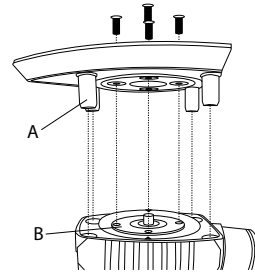

Abbildung 1
- ▶ Montieren Sie jetzt die gewünschte Schleifplatte. Stellen Sie sicher, dass die Befestigungsplatte **B** zu der Schleifplatte ausgerichtet ist. Die Gewindebohrungen der Befestigungsplatte **B** müssen zu den entsprechenden Löchern der jeweiligen Schleifplatte ausgerichtet sein. Die Kunststoffstifte **A** **13** (nur Schleifplatte **7** und **9**) zu den Löchern im Gerät (siehe Abb. 1).